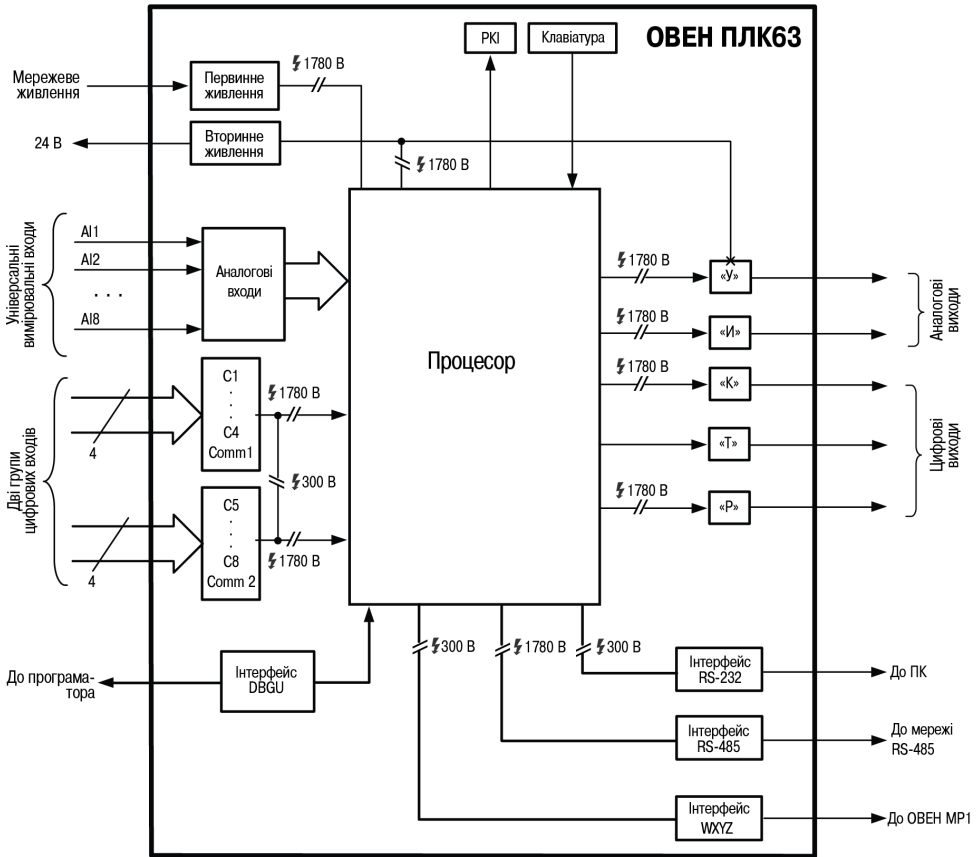

Рисунок 3.1 – Функціональна схема контролера
3.3.1 Контролер має вісім цифрових (дискретних) входів. Контакти рознімача виведені на клеми, див. рисунок 3.1 (поверхні К, И). Номери контактів і розташування інтерфейсних ліній наведено у Додатку Г. Обробка значень з входів здійснюється програмою користувача ПЛК.